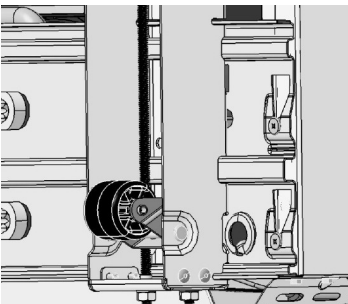

Fig. 3
- 3. a. Installer le premier assemblage de niveleur sur un réfrigérateur/ congélateur (Fig. 3).